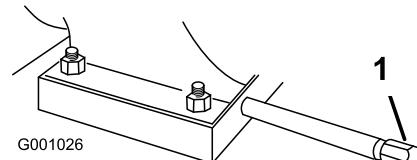

Figura 43
1. Pulite l'area intorno al tappo di spugno dell'olio (Figura 43).